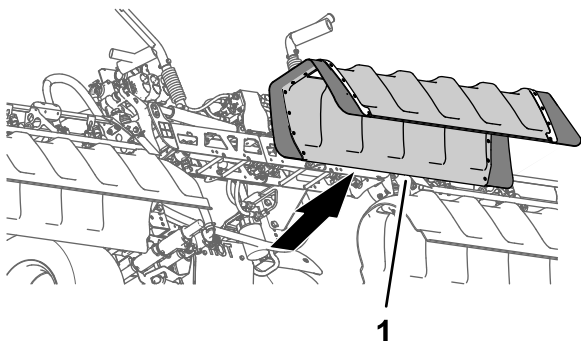

Рисунок 26
2. Снимите кожух средней секции с машины (Рисунок 26).